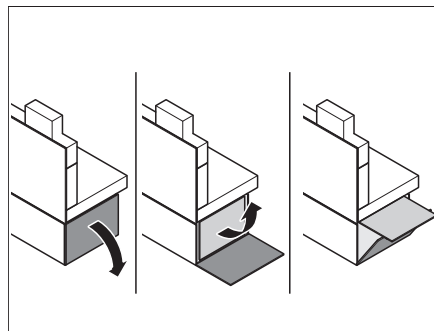

Fig. 128 Déployer la rallonge de la banquette
- Déployer la rallonge de la banquette (Fig. 128).
- Déployer les rallonges de la banquette (Fig. 128).